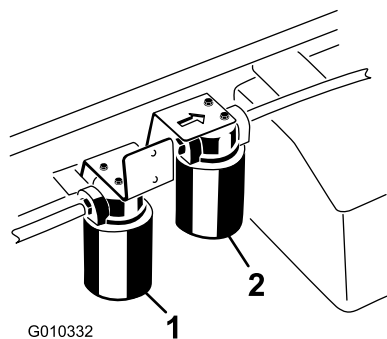

Рисунок 79
2. Очистите область вокруг места крепления фильтра. Поместите поддон под фильтр, а затем снимите фильтр (Рисунок 79).
1. Очистите зону вокруг места крепления фильтра повышенной пропускной способности (Рисунок 79). Поместите поддон под фильтр, а затем снимите фильтр.